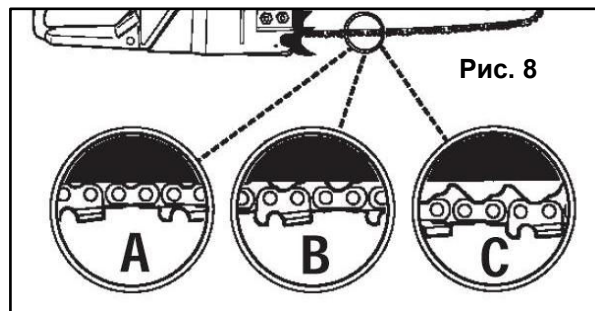

Рис. 8
- На рисунке 8 проиллюстрировано правильное натяжение при холодной цепи (А), теплой цепи (В), а также цепи, натяжение которой необходимо отрегулировать (С) (См. Рис.8).